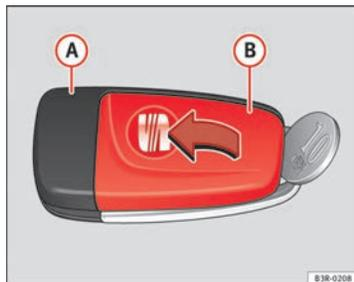

Fig. 69 Llave principal:
- Separe **con cuidado**, haciendo palanca con una moneda, la parte de la llave → fig. 69 (A) y la tapa (B).